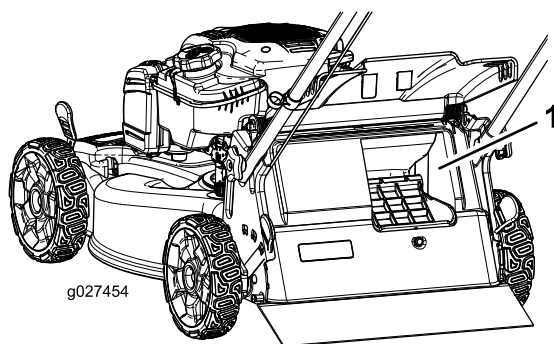

Figura 23
**Importante:** Para asegurar un funcionamiento correcto, retire cualquier recorte de hierba y otros residuos de la tapa de ensacado a demanda y del hueco adyacente (Figura 23) antes de mover la palanca de ensacado a demanda de una posición a la otra.